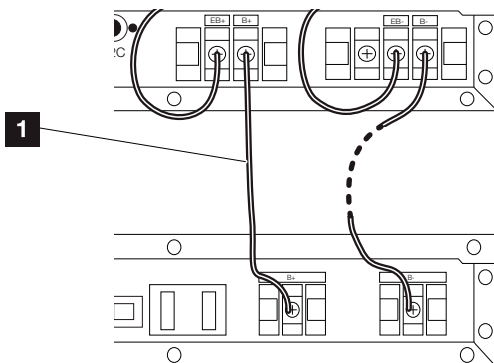

Abb. 30: Anschluss DC-Leitung letztes Stromspeichermodul
5. Am letzten Stromspeichermodul, verbinden Sie den B+ Anschluss mit dem B+ Anschluss des Controllers. **Abb. 30 Pos. 1**